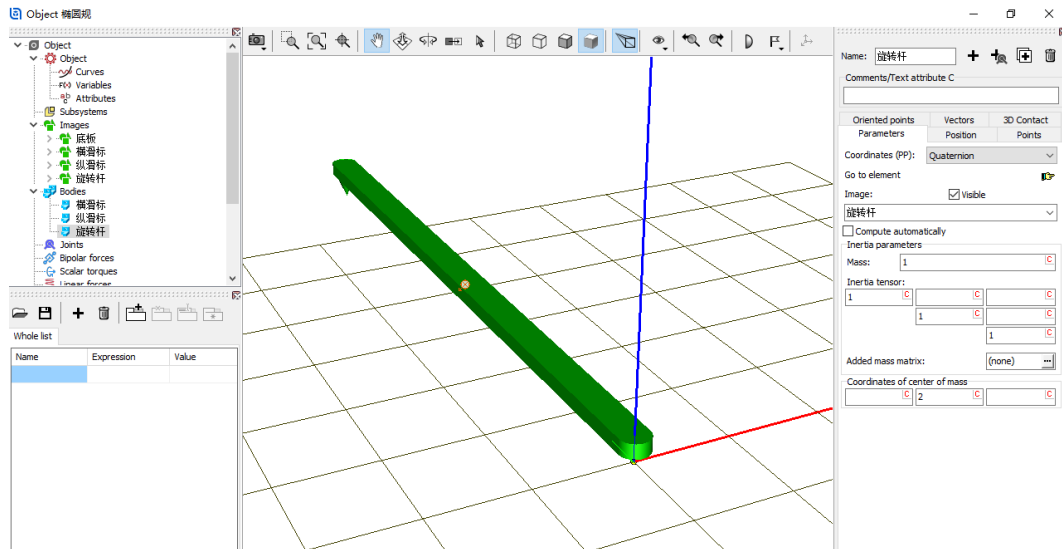

图 2-76
- 8) 点击右侧面板上方的按钮 ，复制生成第三个刚体，重命名为**旋转杆**，从 **Image** 下拉菜单选择几何**旋转杆**，设置质心坐标 $(0, 2, 0)$ ，如图 2-76。